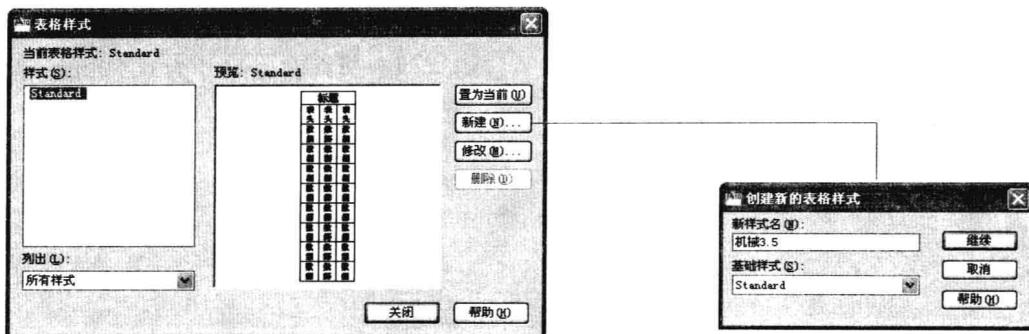

图 5-3-1
(1) 选择菜单命令“格式 / 表格样式”，或者单击“注释”选项卡，在“表格”面板中单击“表格样式”按钮 \square 。
(2) 打开“表格样式”对话框，单击“新建”按钮，打开“创建新的表格样式”对话框，输入名称“机械 3.5”，单击“继续”按钮，如图 5-3-1 所示。